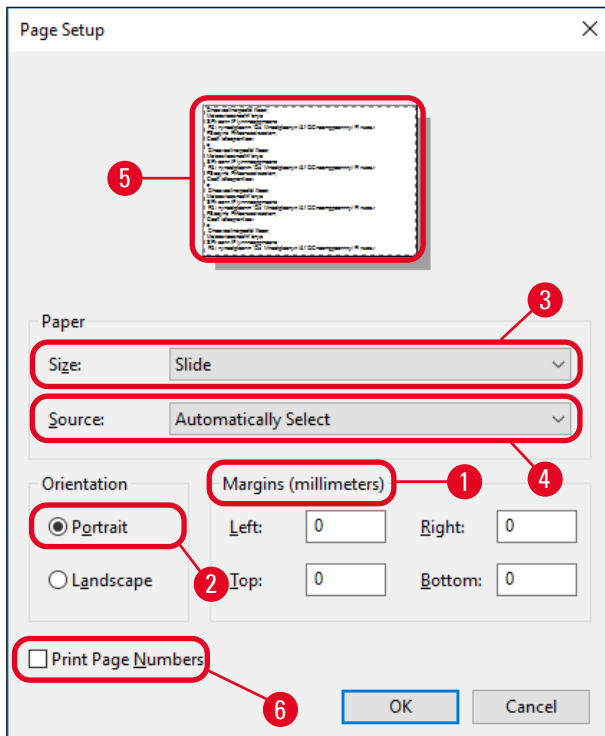

Fig. 42
3. Commencer par sélectionner les réglages de page : Cliquer sur **File** > **Page Setup** (Configuration de page) pour ouvrir la boîte de dialogue **Page Setup** (→ "Fig. 42").